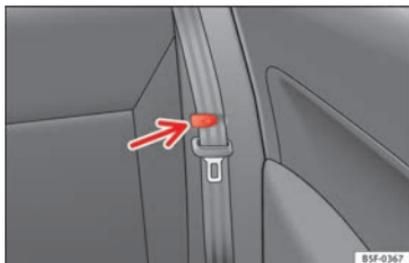

Abb. 149 Bügel zum Halten des Sicherheitsgurtes.
- Befestigen Sie die seitlichen Sicherheitsgurte am Halter der Verkleidung » **Abb. 149**.